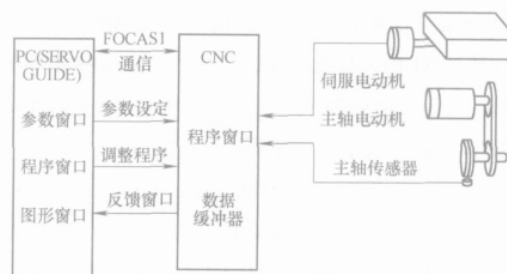

图 2
了在该点的机械振动。④采用 $16 \times 10^6/\text{rev}$ 的高分辨率 αi 脉冲编码器采用 HRV4 的电流控制,其伺服控制的反应频率最大可达 1kHz 。较高速度的电流控制也使速度控制得到较大的增益。对直线电动机和需要超高速度和超高精度的齿轮机械,HRV4 是最佳控制。伺服的 HRV 控制如图 2 所示。